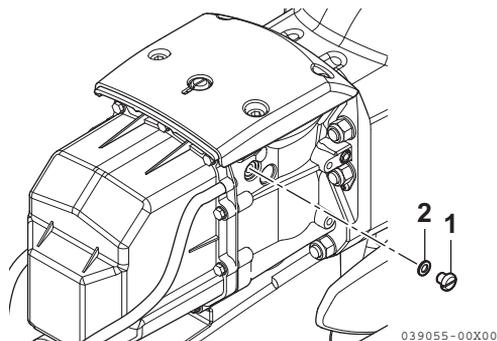

Figura 12
7. Rimuovere il tappo di sfiato dell'olio (1, **Figura 12**) e la guarnizione (2, **Figura 12**). Far fuoriuscire completamente l'olio.